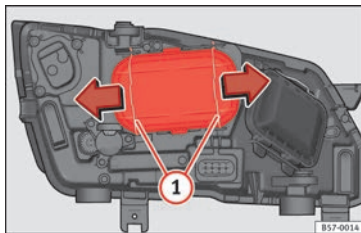

Fig. 102 Dans le compartiment moteur : retirer le cache.
2. Déplacez les tirants » **fig. 102** **1** dans le sens de la flèche puis retirez le cache.